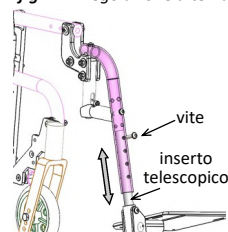

fig. 7.2: Regolazione altezza
* Per angolo fisso 90° e 75° (fig. 7.2)